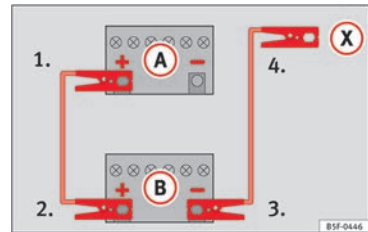

Bild 59 Skiss över anslutning i fordon utan start-/stoppsystem.
2. Anslut ena änden av den **röda** startkabeln till pluspolen (+) på bilen med det urladdade batteriet (A) » **bild 59**.
3. Anslut andra änden av den **röda** startkabeln till pluspolen (+) i bilen med hjälpbatteriet (B).
4. *Fordon utan start-/stoppsystem:* Anslut ena änden av den **svarta** startkabeln till minuspolen (-) i bilen som ger ström (B) » **bild 59**.